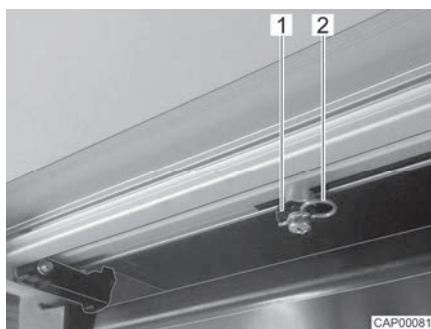

Fig. 8 Tige d'entraînement (marchepied)
- Sur la partie inférieure du marchepied, retirer les deux clips de fixation (Fig. 8,2) sur les tiges d'entraînement (Fig. 8,1).